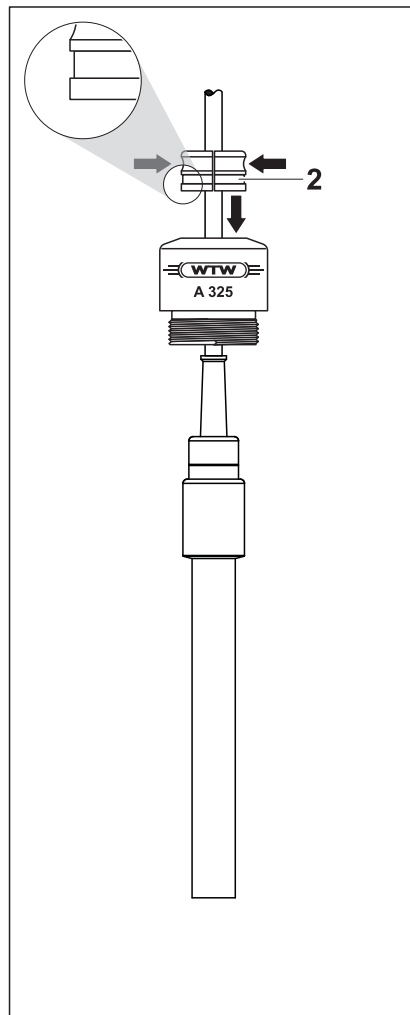

Figura 2
2	Colocar el anillo tensor (pos. 2 en la figura 2) en el cable del sensor. El borde agudo del anillo tensor debe quedar ubicado hacia el refuerzo de protección (vea el detalle en la figura 2).